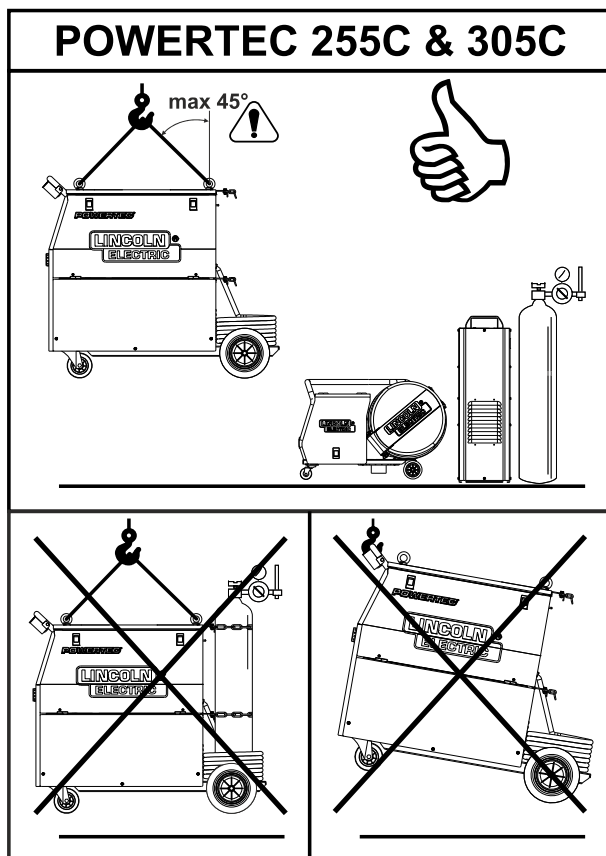

Figure 21
Pour le transport et le levage en toute sécurité des appareils POWERTEC® 255C & 305C (voir la Figure 21):
- Visser un boulon à œil et appliquer la charge axialement selon un angle de 45° conformément à la Figure 21.